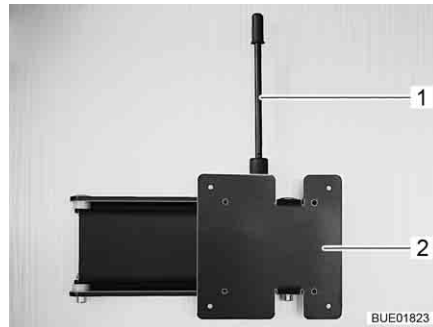

Fig. 98 Support mural
- Tirer le levier de déverrouillage (Fig. 98,1) vers le haut et pivoter le support (Fig. 98,2) et l'écran plat pour les amener en position souhaitée.